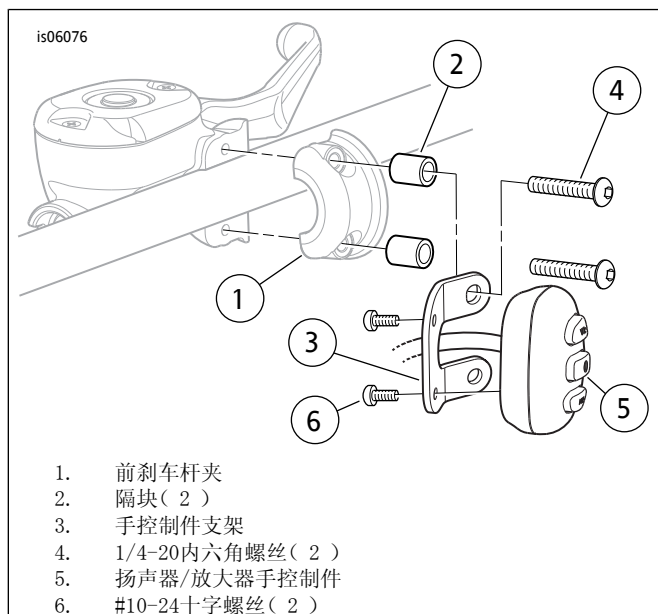

图2。手控制件和支架安装
1. 参见图2。从车辆拆下前刹车杆夹紧螺丝。拆下并保留夹具(1)。螺丝可以丢弃。